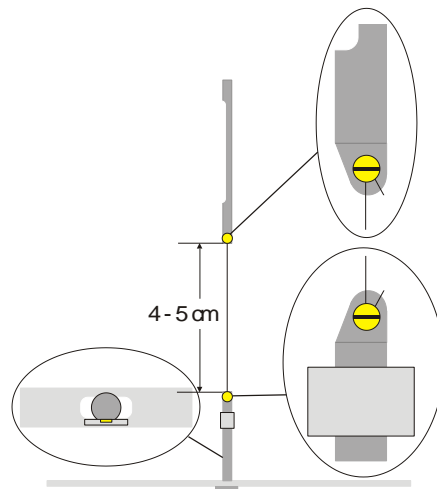

Fig. 3 Rappresentazione schematica del pendolo di torsione (sezione sinistra: asta sospesa con sospensione inferiore dall'alto)
- Avvitare la sospensione inferiore nel centro sull'asta sospesa interna. A questo riguardo, accertarsi che la superficie dello specchio sia parallela all'asta sospesa (vedere Fig. 3).
- Fissare sulla carta l'estremità del filo accanto alla sospensione superiore con un pezzo di striscia adesiva. Ora posizionare il filo attorno alla vite di fissaggio e serrare bene la vite. Durante questo procedimento, assicurarsi che il filo non venga schiacciato. Il filo dovrebbe passare il più possibile al centro tra le due sospensioni (vedere Fig. 3).